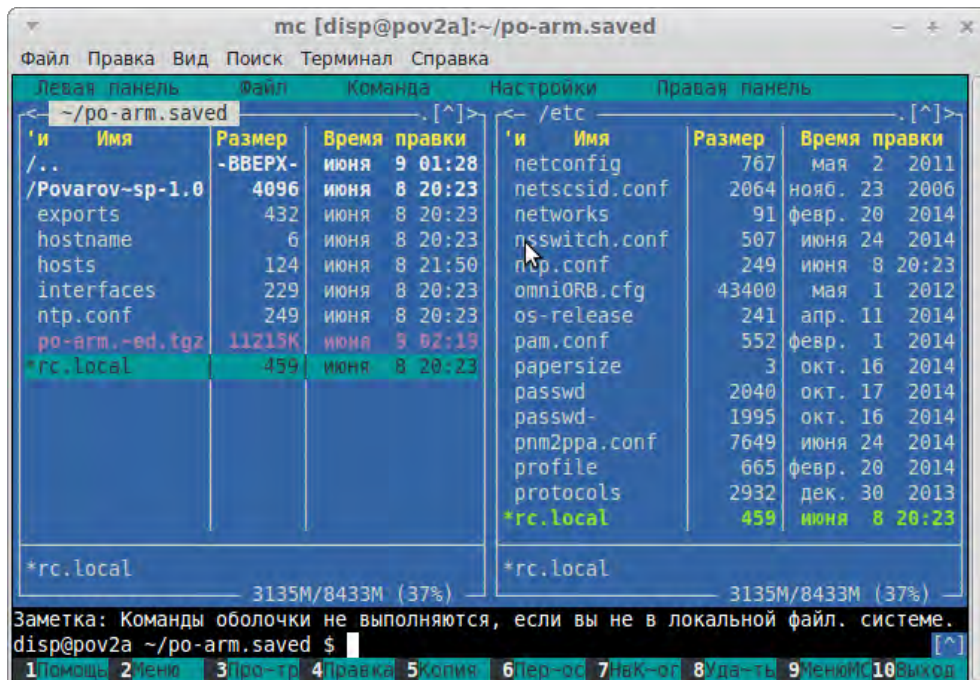

Рисунок 9. Создание файла.
7.1.12. После успешного выполнения команды в текущем каталоге будет создан файл «po-arm.saved.tgz» (Рисунок 9).